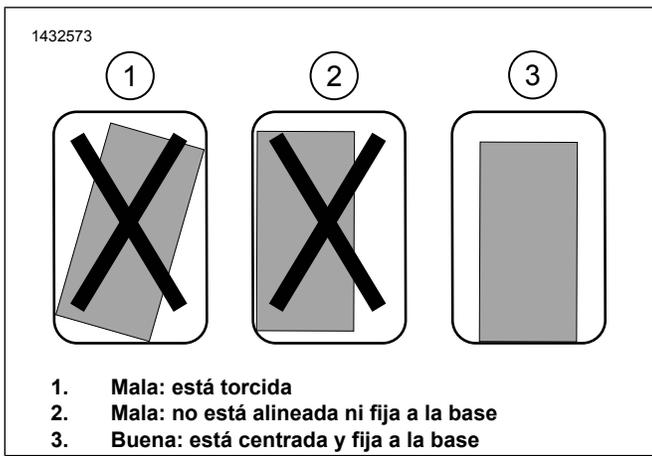

Figura 11. Instalación de la pieza de soporte
- a. Consulte la Figura 11. Verifique que la pieza de soporte encaje en su lugar. La pieza de soporte debe estar derecha, centrada y lo más cerca posible de la base de la alforja.
- c. Consulte la Figura 11. Verifique la posición final de la pieza de soporte y asegúrese de que esté derecha, centrada y lo más cerca posible de la base de la alforja.